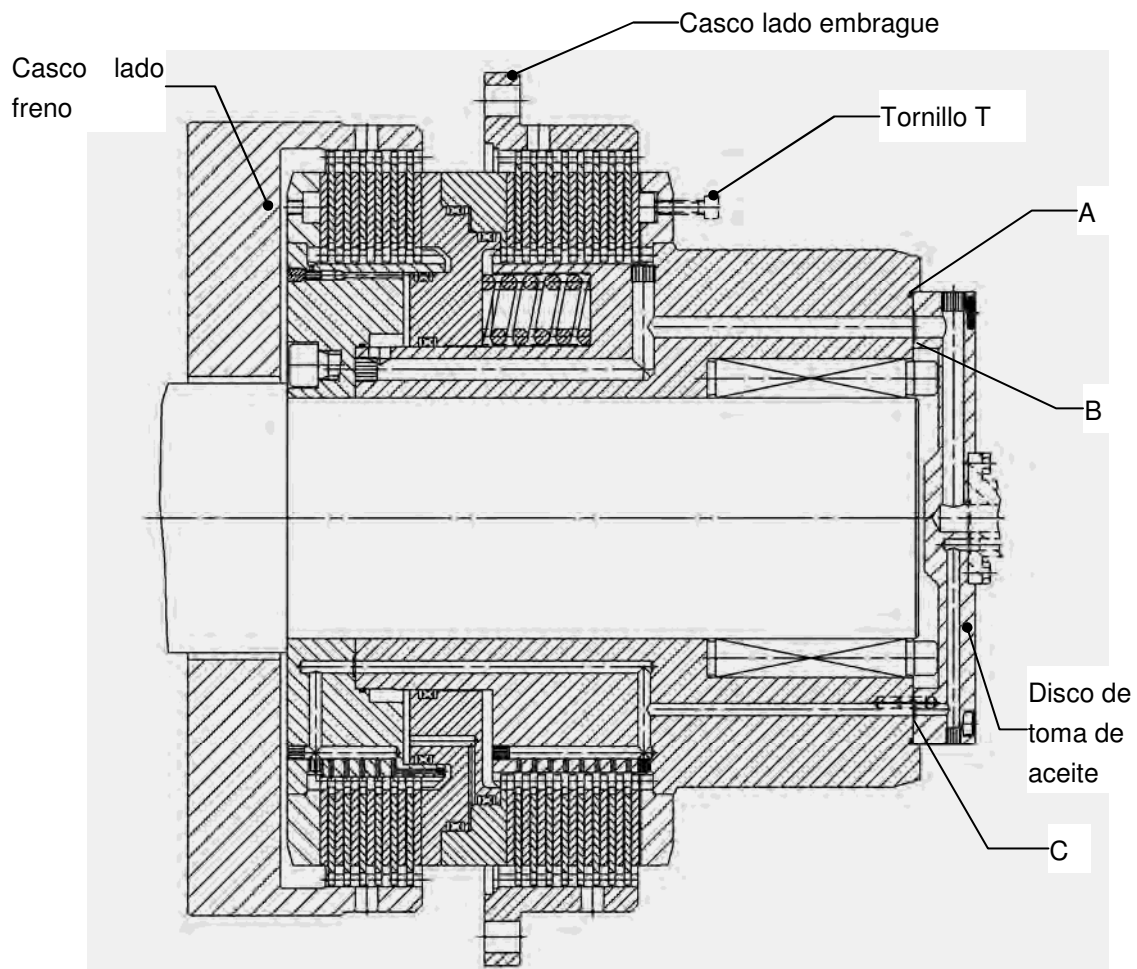

Fig. 5
La unidad central se suministra con los discos de fricción alineados para facilitar el montaje. La fijación en posición de estas láminas durante el transporte se obtiene por la acción de los resortes y el émbolo en el caso de las láminas del freno y por medio de los 2 tornillos T (ver Fig. 5 y 6) que fijan las láminas del embrague.
5. Si el freno embrague dispone de entrada lateral de aceite fijar al moyú del lado embrague el disco de toma de aceite (ver Fig. 5) con el racor giratorio (suministrado bajo pedido). Asegurar que las juntas tóricas están en su posición (A, B y C en la Fig. 5).